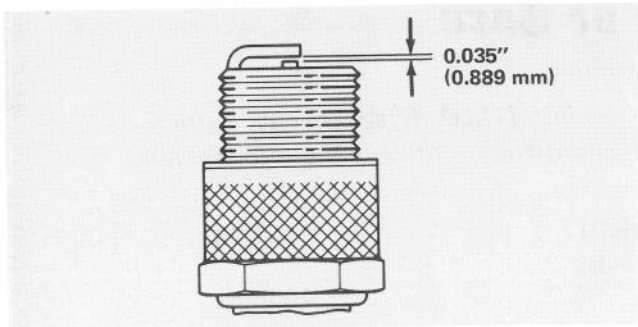

Figure 23
6. Réglez l'écartement entre les électrodes d'une bougie neuve à 0.035 pouce (Figure 23). Posez la bougie dans la culasse et serrez-la à 15 lb/pi. Si vous ne disposez pas d'une clé dynamométrique, serrez fermement.